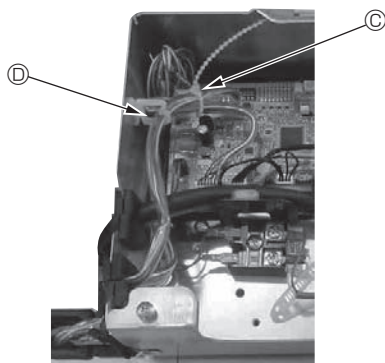

Fig. 10-14
- Plaats overbodige verbindingsbedrading van de i-See-sensor en signaalontvanger in de schakeldoos en in de bedradingsklem zoals aangegeven in de tekening en bind de bedrading samen met de clip. (Fig. 10-14)